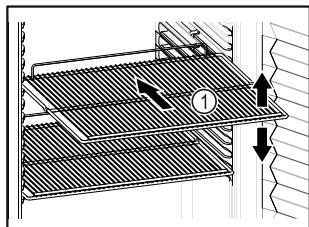

Fig. 57 Primjer izgleda
- Ako su rešetke za polaganje Fig. 57 (1) pomicne, prilagodite ih po visini.